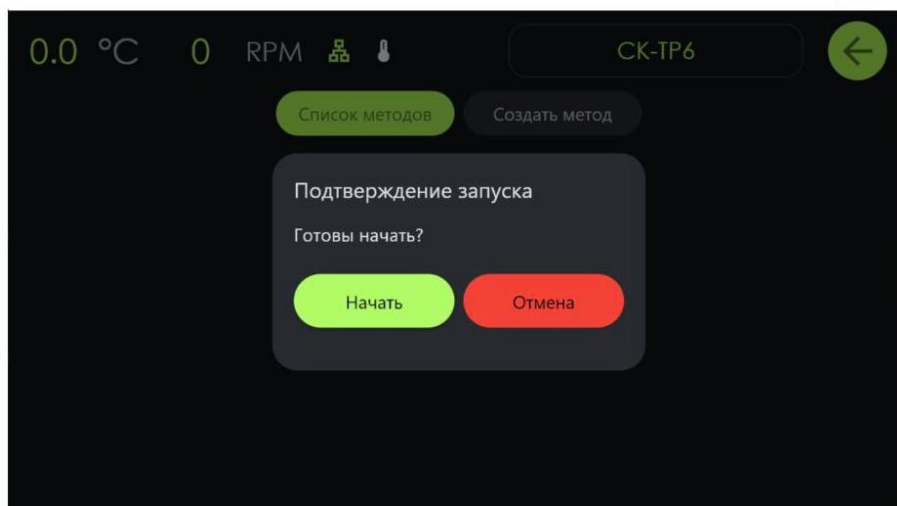

Рисунок 19 – Запуск исследования
- кнопка «Запустить» - откроет окно с подтверждением запуска (рисунок 19).